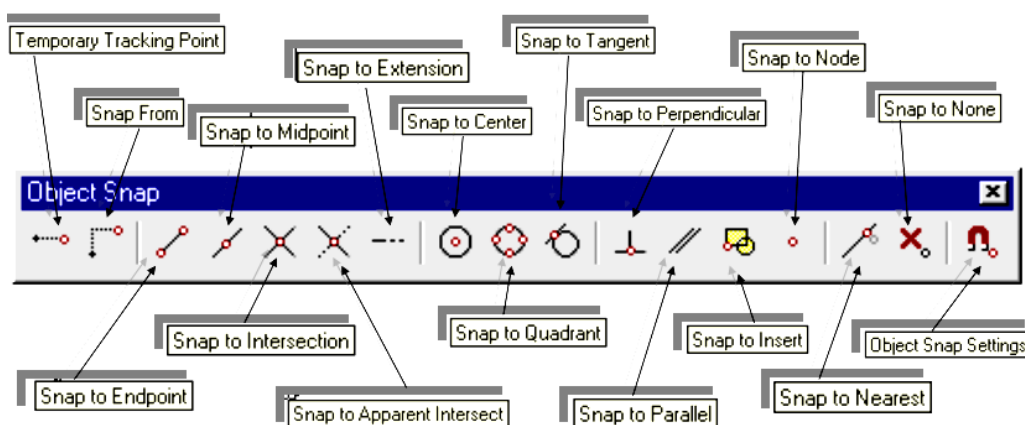

Fig. U3.4
- prin introducerea în linia de dialog a unei comenzi de desenare a primelor trei litere ale modului dorit, sau prin alegerea modului dorit din bara cu instrumente « *Object Snap* » (Fig. U3.4);